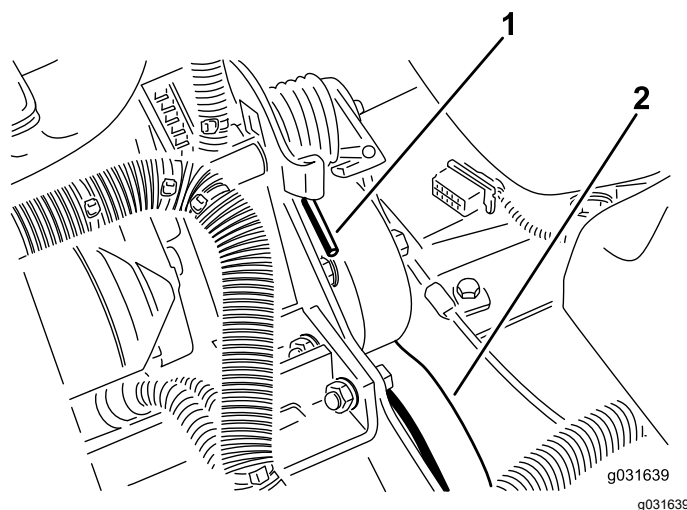

Figura 63
2. Împingeți în jos i înainte capătul arcului pentru a-l desprinde din suport i eliberați tensiunea arcului (Figura 63).